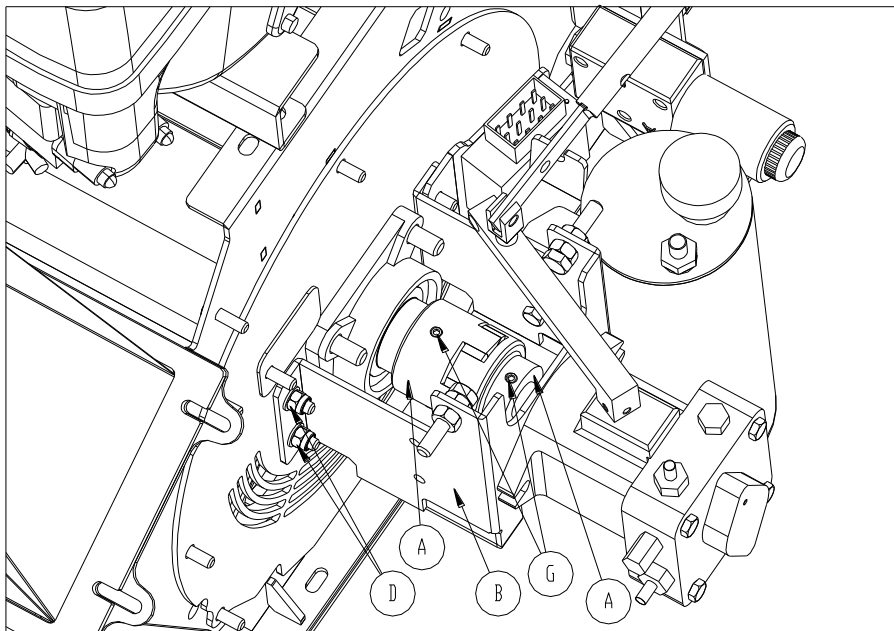
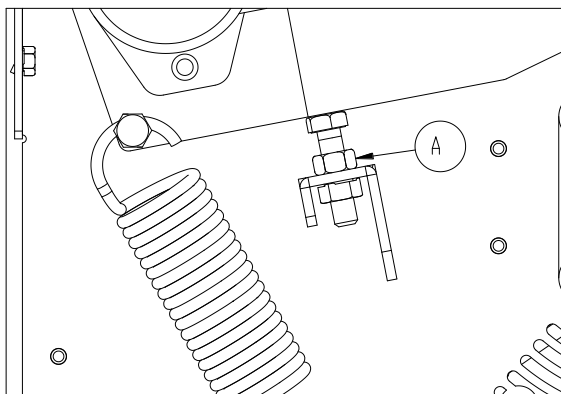
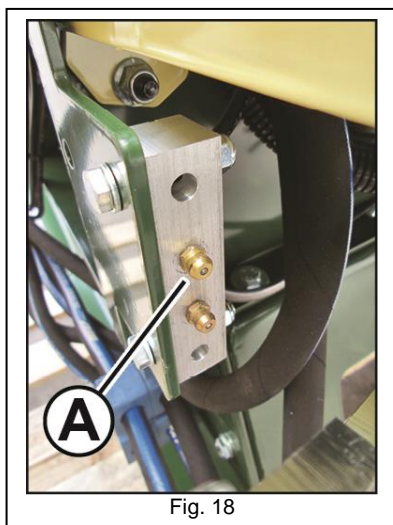

Fig. 13 - Controllo del giunto
Fig. 20 – Regolazione altezza rullo
Fig. 18
Per verificare l'usura del giunto, smontare il carter pompa (B Fig. 13). Muovendo il giunto (A Fig. 18) manualmente controllare che non abbia gioco. In caso contrario, il giunto va sostituito. Per sostituire il giunto smontare il supporto pompa (B) assieme alla pompa; svitare i dadi (D), allentare i 2 grani (G) ed estrarre i 2 giunti. Sostituire il giunto completo rimontando il tutto eseguendo il procedimento inverso (Fig. 18).
Nel caso si dovesse regolare l'altezza, togliere il carter cinghie (A Fig. 13) e agire sul regolo (A Fig. 20), che si trova sul fianco della macchina, utilizzando una chiave del 19.
La macchina è dotata d'impianto d'ingrassaggio A (Fig. 18). Introdurre nell'apposito ingrassatore circa 20 cm3 di grasso tipo NLGI 2.